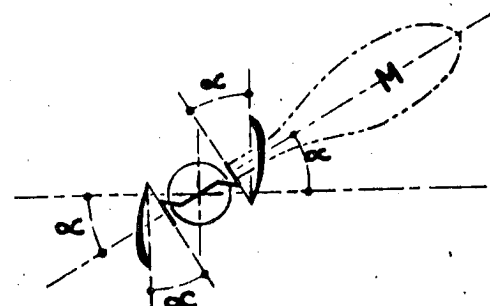
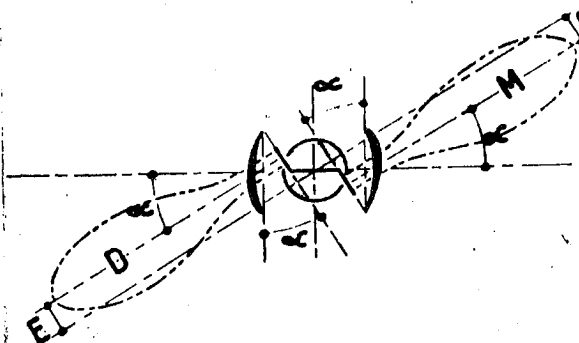

Fig. 13
Fig. 14
L'astuce est simple : vous constatez sur la (fig. 13) que pour replier les pales de façon que celles-ci soient en position verticale, il faut que l'axe diamétral des pales soit décalé, par rapport à l'horizontale, d'un angle équivalent à l'angle du pas. Seulement, la pale « montante » (M) est trop haute et la « descendante » est trop basse. Il suffit, pour rétablir l'ordre, c'est là que réside l'astuce, de descendre tout simplement la première et de monter la seconde (fig. 14). Ce qui revient à décaler parallèlement l'axe diamétral de chaque pale dans le sens opposé à la rotation de l'hélice (E).